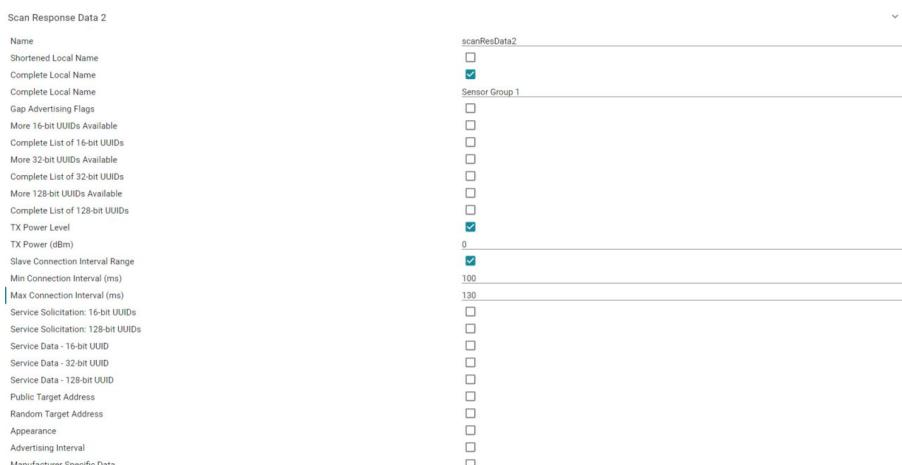

FIGURE 10 – Scan Response Data 2 modification
- (e) Modification du *Scan Response Data 2*, la figure 10 montre la configuration nécessaire pour ce paramètre. Le *Complete Local Name* doit être pareil à celui que nous avons configuré pour le Device Name.